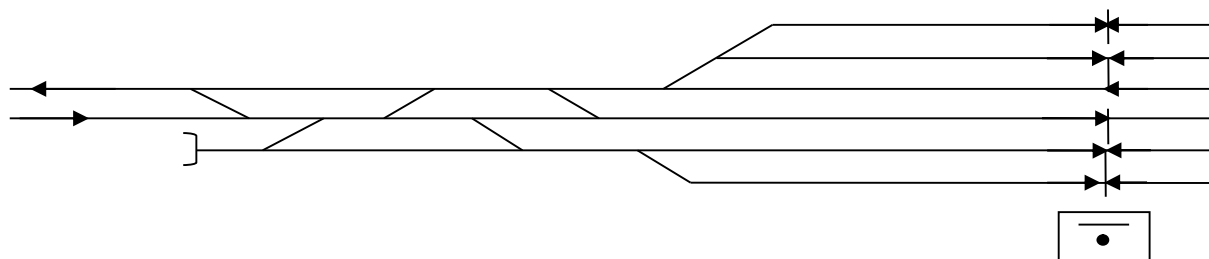

Рисунок 6
6. На схематическом плане четной горловины станции (рис. 6) пронумеруйте пути и стрелки, произведите расстановку изолирующих стыков, входных, выходных и маневровых светофоров. Составьте таблицу маневровых маршрутов.